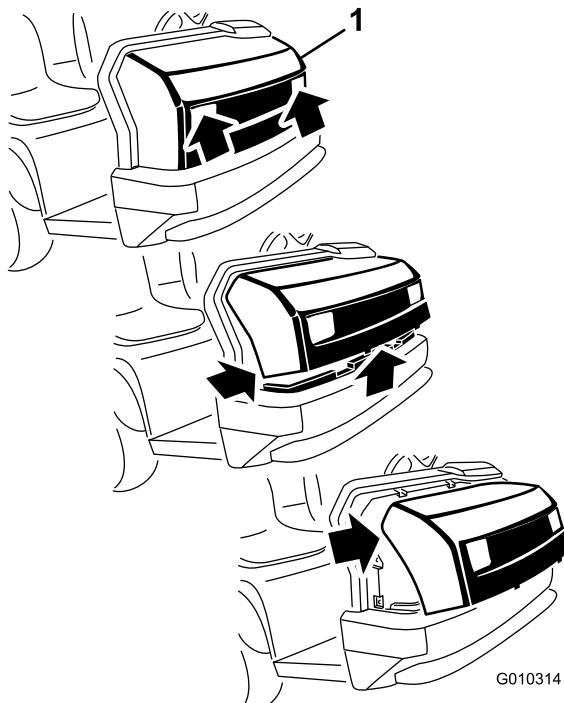

図 1
5. ヘッドライトの開口部でフードをつかみ、フードを持ち上げて、下側の取り付けタブをバンパーのスロットから外す図1。
6. フードの下側を手前に持ち上げてから下に引っ張り、上側の取り付けタブをフレームの穴から外す図1。
7. フードの上側を手前に倒し、ヘッドライトからワイヤコネクタを抜く図1。